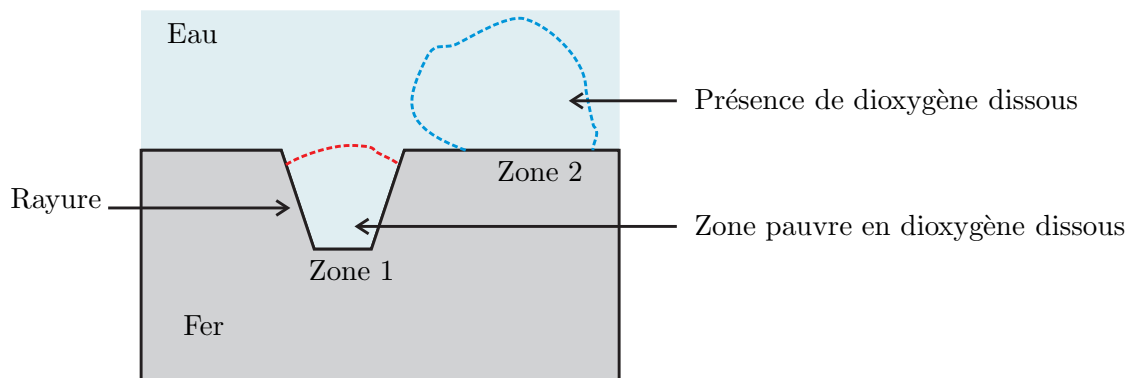

Figure 13 – Corrosion du fer
métal immergé, le métal assurant la circulation des électrons (voir figure 13).
29. Repérer, à l'aide de la figure 13, la zone correspondant à la réduction et celle correspondant à l'oxydation. Identifier alors l'anode et la cathode et indiquer sur un schéma le déplacement des électrons dans le métal.